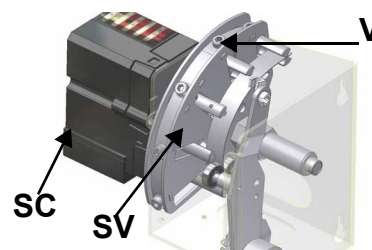

Рис. 28
- 11 в режиме большого пламени и с сервоприводом в положении 90° найти винт **V** варьiruемого сектора **SV** (Рис. 28), соответствующий подшипникам, которые скользят по пластинке и соответствуют положению сервопривода
Примечание: Если необходимо изменить мощность горелки в режиме малого пламени, необходимо воздействовать напрямую на соответствующий кулачок сервопривода (см. следующий параграф). После этой операции проверить расход газа и анализы уходящих газов через штуцеры по отбору давления. При недостатке или избытке воздуха воздействовать на винты **V** варьiruемого сектора (Рис. 28) в соответствии с точкой регулирования воздуха в режиме малого пламени (откручивая - расход увеличивается, закручивая - расход уменьшается).